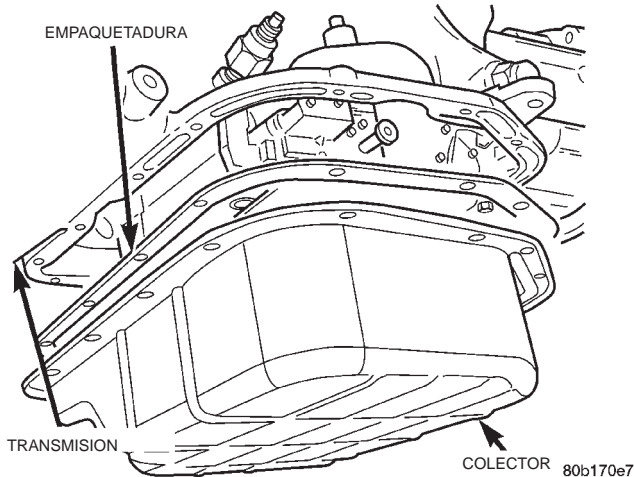
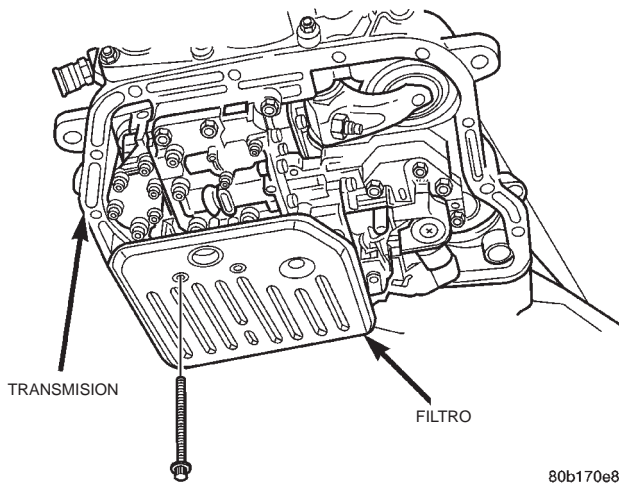

Fig. 14 Colector de la transmisión
Fig. 15 Filtro de la transmisión
(1) Eleve y apoye el vehículo sobre caballetes de seguridad.
(2) Coloque un recipiente de drenaje plano de gran diámetro debajo del colector de la transmisión.
(3) Retire los pernos de fijación del frente y los lados del colector en la transmisión (Fig. 14).
(4) Afloje los pernos de fijación de la parte trasera del colector en la transmisión.
(5) Separe lentamente la parte delantera del colector de la transmisión para permitir que el líquido drene hacia el recipiente.
(6) Sostenga el colector y retire el perno restante que lo fija a la transmisión.
(7) Mientras sostiene el colector nivelado, baje el colector separándolo de la transmisión.
(8) Derrame el líquido remanente del colector en el recipiente de drenaje.
(9) Retire los tornillos que sujetan el filtro al cuerpo de válvulas (Fig. 15).
(10) Separe el filtro del cuerpo de válvulas y derrame el líquido del filtro en el recipiente de drenaje.
(11) Deseche correctamente el líquido y el filtro de la transmisión usados.
(1) Coloque el filtro de recambio en su posición en el cuerpo de válvulas.
(2) Instale los tornillos de fijación del filtro en el cuerpo de válvulas (Fig. 15). Apriete los tornillos con una torsión de 4 N·m (35 lbs. pulg.).
(3) Coloque la empaquetadura nueva en su posición en el colector e instale el colector en la transmisión.
(4) Emplace el colector en su posición en la transmisión.
(5) Instale los tornillos de fijación del colector en la transmisión (Fig. 14). Apriete los pernos con una torsión de 17 N·m (150 lbs. pulg.).
(6) Baje el vehículo y llene la transmisión con líquido Mopar® ATF Plus 3, tipo 7176.